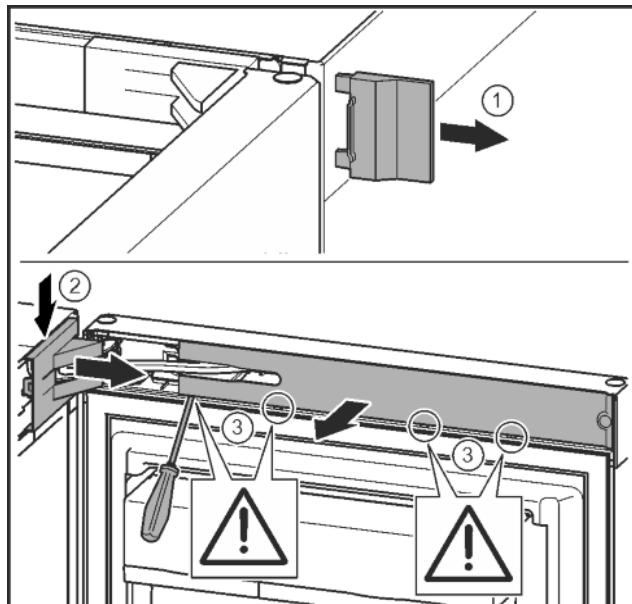

Fig. 9
► Снять внешнюю крышку. Fig. 9 (1)
- При помощи отвертки освободить крышку опорного кронштейна и отсоединить. Снять крышку опорного кронштейна. Fig. 9 (2)
- Шлицевой отверткой вывести накладку из зацепления и отвести в сторону. Fig. 9 (3)